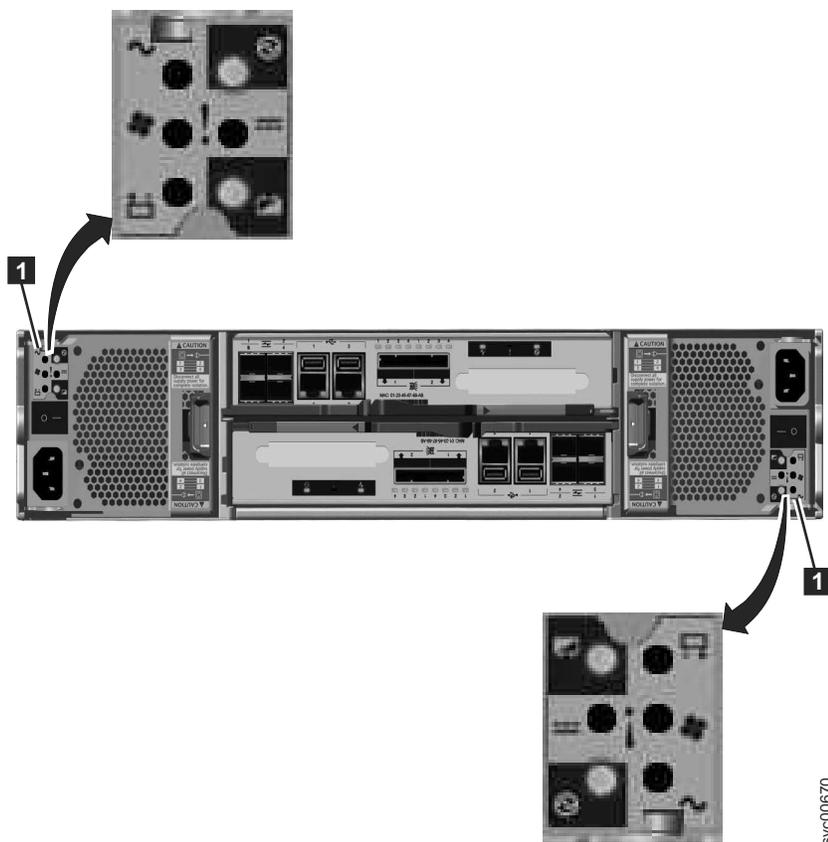

Figura 73. LEDs nas Unidades da Fonte de Alimentação do Gabinete de Controle
1. Utilize o LED estado da falha de energia AC, de fonte de alimentação OK, de falha de ventilador e de energia DC em cada unidade de fonte de alimentação no gabinete para determinar se há energia no sistema ou se há problemas de energia. A Figura 73 na página 278 mostra os LEDs na unidade de fonte de alimentação para o 2076-112 ou 2076-124. Os LEDs nas unidades de fonte de alimentação para o 2076-312 e 2076-324 são parecidos, mas eles não são mostrados aqui.